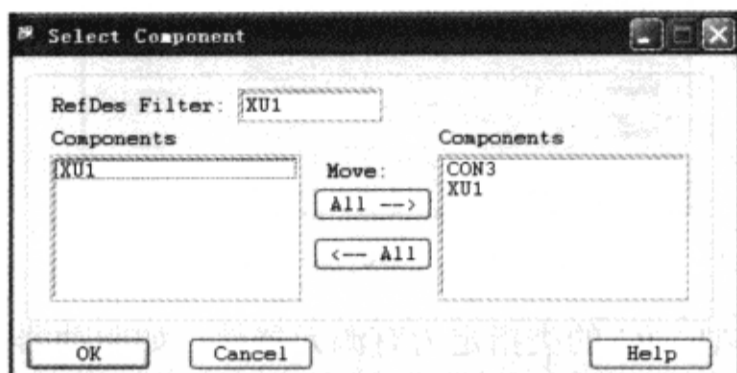

图 2-6-13 “Select Component”对话框
(5) 在“Select Component”对话框中的“RefDes Filter”栏中输入“XU1”→按“Tab”键，并单击过滤出的元器件“XU1”，可以看到“XU1”出现在右侧的列表框中，如图 2-6-13 所示。